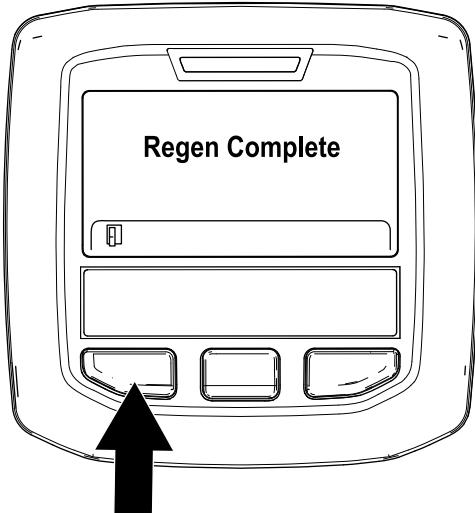

図 35
9. 駐車再生が終了すると、インフォセンターに Regen Complete と表示される。左ボタンを押してホーム画面に戻る図 35。